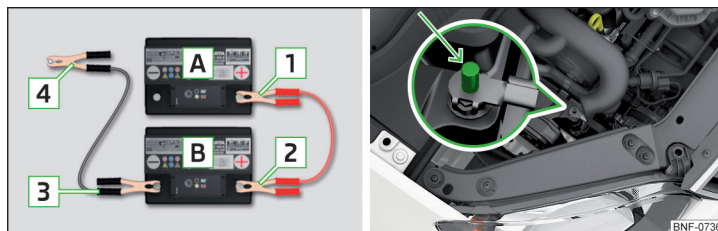

Fig. 125 Ayuda de arranque: A - batería descargada, B - batería auxiliar / Punto de masa del motor
- Conecte el borne 1 al polo positivo de la batería descargada A » fig. 125.
En los vehículos con sistema START-STOP se debe conectar el cable de ayuda de arranque al punto de masa del motor » fig. 125.